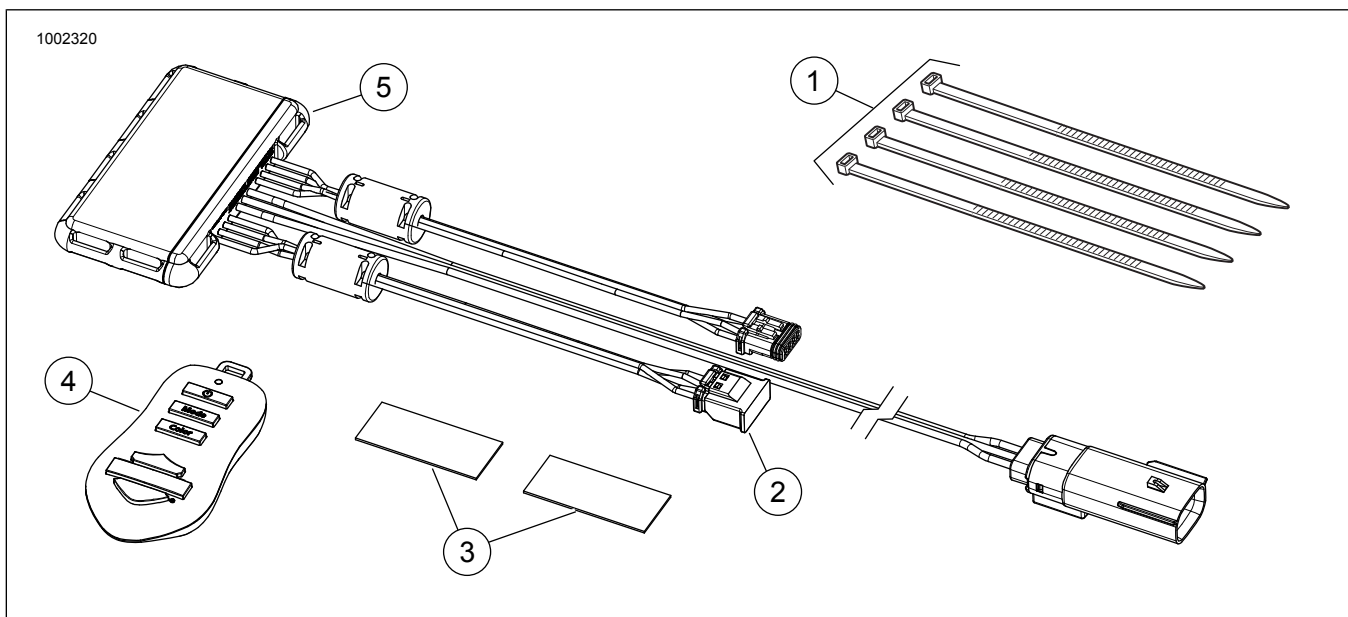

Рисунок 2. Запасные части для комплекта контроллера подсветки Spectra Glo
Рисунок 2 и Таблица 1.
5. Рисунок 2 Для установки контроллера (5) выберите подходящее место под сиденьем или за левой боковой крышкой. Используйте двустороннюю ленту (3), входящую в комплект, или стяжки кабеля (1).